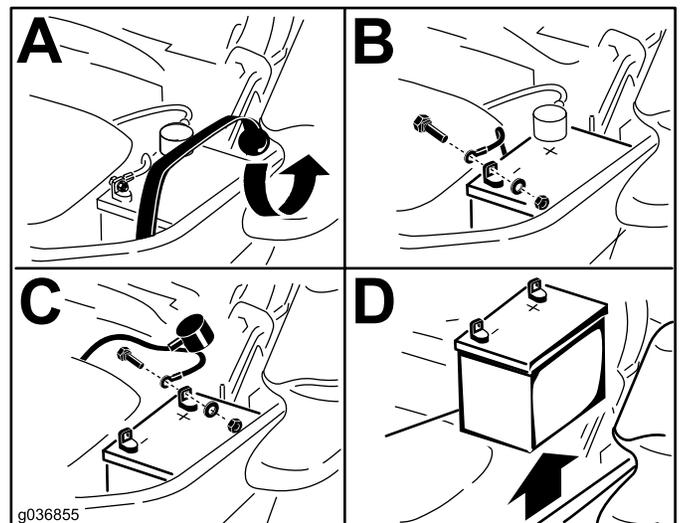

Bild 51
3. Nehmen Sie die Batterie heraus, wie in Bild 51 abgebildet.
- Legen Sie die Batterie so in das Fach, dass die Anschlussklemmen auf der anderen Seite des Hydraulikbehälters sind (Bild 51).
- Befestigen Sie die Kabel mit zwei Schrauben, 2 Scheiben und 2 Sicherungsmuttern (Bild 51).
- Befestigen Sie die Batterie mit dem Gummiriemen (Bild 51).